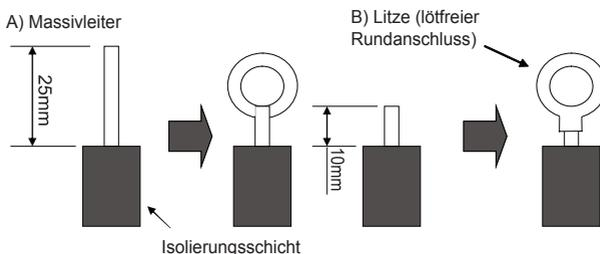

Abb. 39
### (1). MASSIVLEITER (Abb. 39)
### (2). LITZE (Abb. 39)